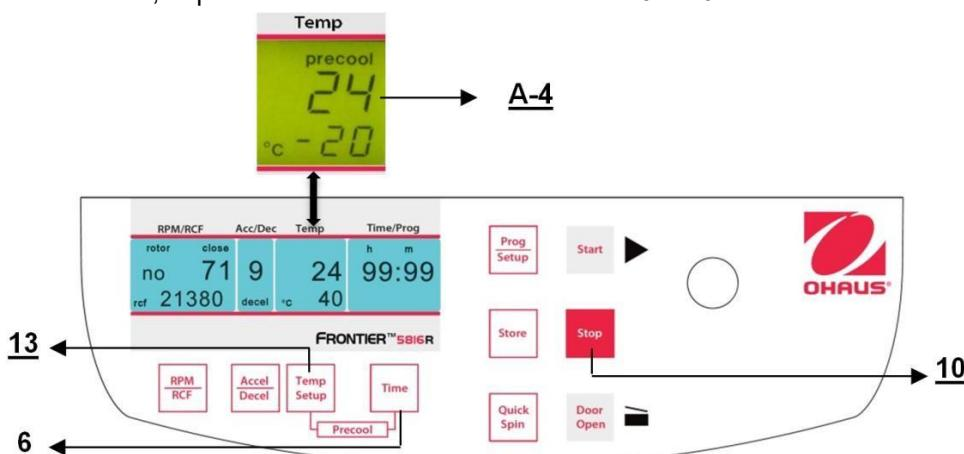

Figure. 23
Si les échantillons sont sensibles à la température, il est utile de pré-refroidir la centrifugeuse, le rotor et finalement les godets à la température requise de fonctionnement. Pour ce faire, insérer le rotor retenu et prédéfinir la température correspondante. En appuyant simultanément sur les touches "Temp/Setup" (13) (voir la figure 23) et "Time" (6), l'utilisateur démarrera une centrifugation. Pendant le fonctionnement, l'unité choisit automatiquement une vitesse de rotation équivalente à 20 % de celle autorisée du rotor inséré. Après avoir atteint la température prédéfinie, il est possible de quitter le pré-refroidissement avec la touche "Stop" (10).
Pour adapter les données, appuyer sur la touche "**Store**" (12) (voir les figures 23 et 24) pendant 1 seconde environ. Si le programme est correctement mémorisé, le mot "**StorE**" apparaît sur l'affichage "**RPM/RCF**" (A-1). Ceci aura pour effet de faire disparaître le mot "**programm**" (M10).